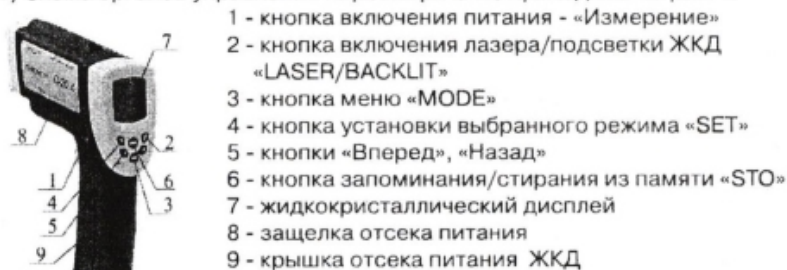

рис.4
1) Схема органов управления пирометра С-20 приведена на рис.4.
Для входа в меню необходимо нажать кнопку «MODE» поз. 3 рис. 4.
В пунктах меню «EMS», «HAL», «LAL» для установки необходимых значений пирометров следует использовать кнопки «Вперед», «Назад» поз. 5 рис. 4.
В модификации пирометра С-20.4 реализована возможность режима автоматического измерения. Для этого необходимо однократно нажать на кнопку «SET» поз. 4 рис. 4 (дополнительного нажатия на кнопку «Измерение» не требуется). Для выхода из режима автоматического измерения необходимо повторно нажать на кнопку «SET».
- нажать кнопку «SET» поз. 4 рис. 4, на ЖКД высветится номер свободной ячейки памяти (всего - 12);
- нажать кнопку «STO» поз. 6 рис. 4, фиксированное значение измеренной температуры заносится в соответствующую ячейку памяти прибора;
Для извлечения из памяти измеренных значений следует, находясь в режиме «Измерение», коротко нажать кнопку поз. 6 рис. 4, при этом количество нажатий должно соответствовать номеру интересующей ячейки памяти.
Для удаления из памяти измеренных значений следует нажать кнопку поз. 6 рис. 4 и удерживать ее нажатой не менее 3 с. На ЖКД в подменю появится надпись «CLR», подтверждающая очистку памяти.
4) При изменении внешнего вида индикатора разряда источника питания поз. 7 рис. 4 (исчезновение заливки), следует заменить источник питания.